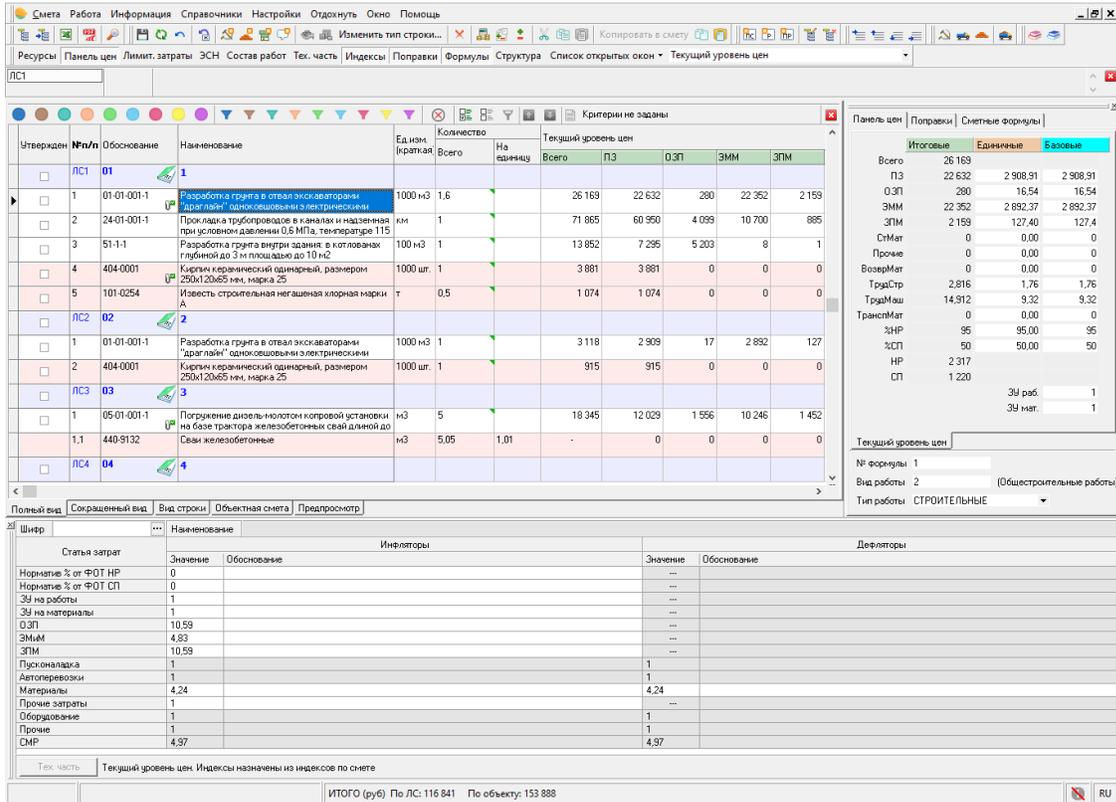

Рис. 6.
- **Для расценок** – только при добавлении в локальную смету “1” - автоматически к отдельным статьям затрат расценки, при условии, что расценки из строительных сборников, и при условии, что расценки являются строительными или прочими работами (см. рис. 6 - 9);